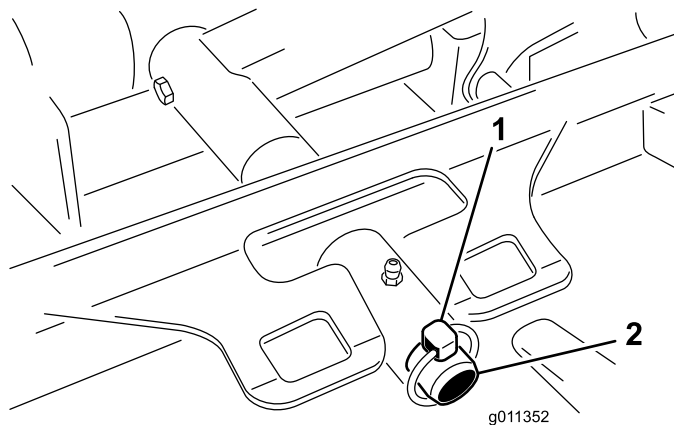

Bild 11
3. Entfernen Sie den Klappstecker oder die Befestigungsmutter (nur GM 4700), mit dem bzw. der der Mähwerkträgrahmen am Gelenkstift des Hubgestänges befestigt ist (Bild 11).
3. Schieben Sie den Mähwerkträgrahmen auf den Lagerbolzen am Hubgestänge. Befestigen Sie es mit dem Klappstecker oder der Befestigungsmutter (nur GM 4700) (Bild 11).